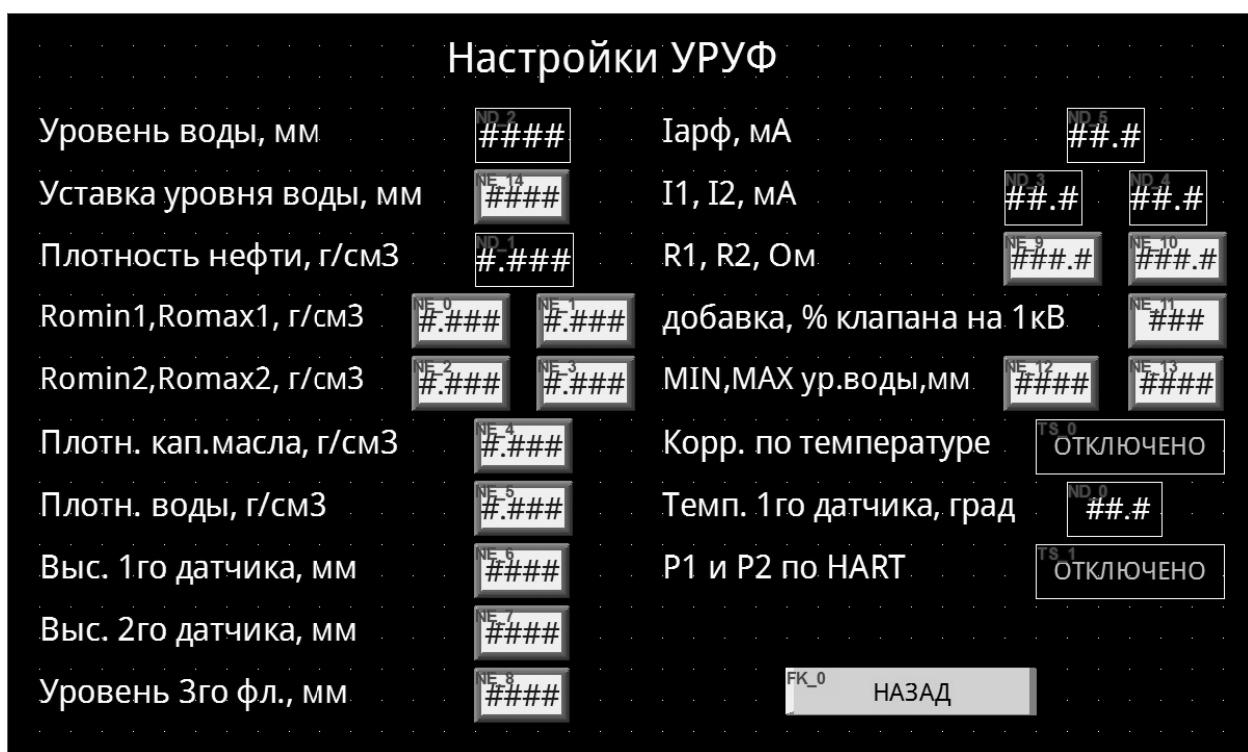

Рисунок 10. Настройка УРУФ.
3.14 Вторая зона «ОСНОВНОГО ЭКРАНА» имеет рамку голубого цвета и называется «УРУФ». Она содержит в себе вертикально расположенный графический индикатор уровня воды, а под ним цифровое значение уровня воды в [мм], а также уставку для уровня воды. Внизу расположена кнопка «Настройки УРУФ», при нажатии на которую появляется следующее меню см. рис. 10